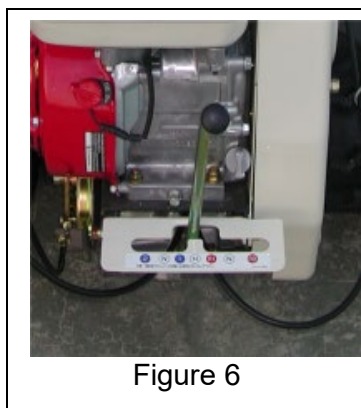

Figure 6
- Vérifiez que le levier d'avancement est débrayé et que le levier de vitesse est sur une position neutre (Figure 6).